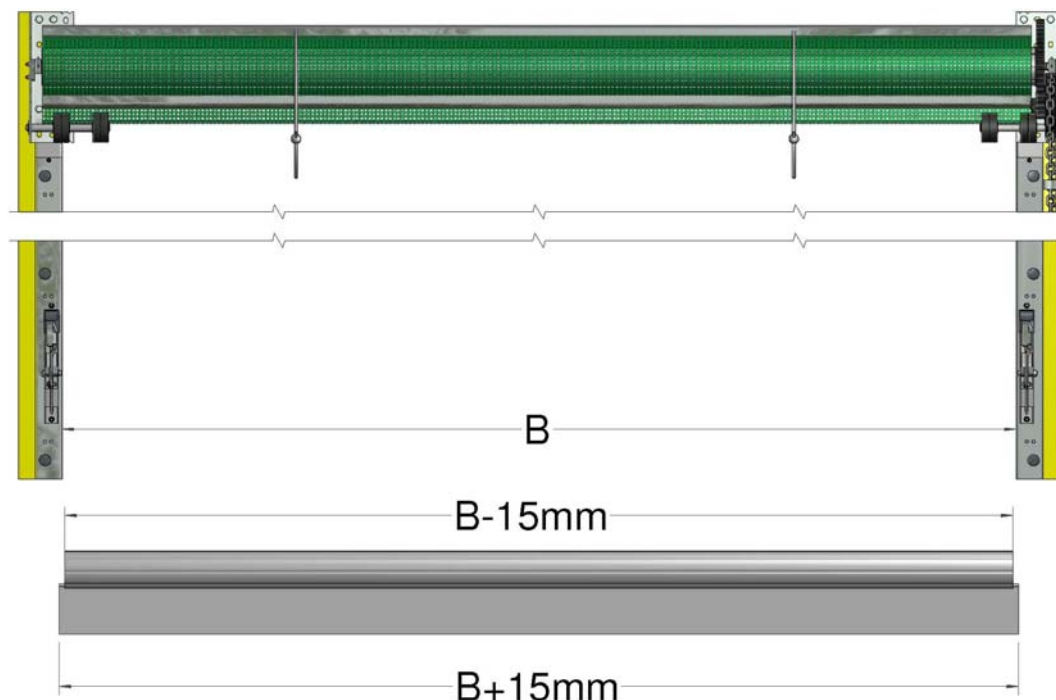

Abbildung 15: Zuschneiden des unteren Rohrs, des Einsatzes und der Klappe
14. Zuschneiden des unteren Rohrs und der Klappe (Abbildung 15):